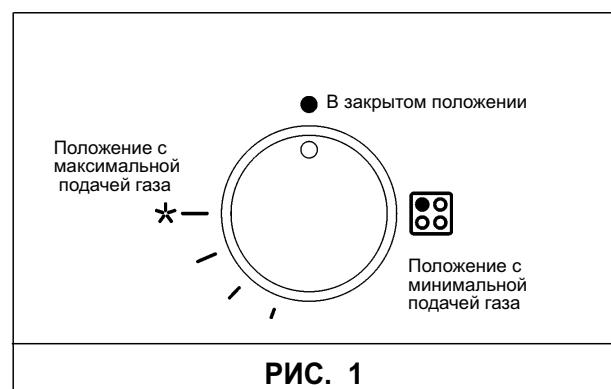

РИС. 1
Нажать и повернуть против часовой стрелки ручку, соответствующую используемой конфорке, установить ее в положение Максимум (большое пламя рис. 1) и поднести к конфорке зажженную спичку.
Нажать и повернуть против часовой стрелки ручку, соответствующую используемой конфорке, установить ее в положение Максимум (большое пламя рис. 1), затем нажать и отпустить кнопку розжига.
Нажать и повернуть против часовой стрелки ручку, соответствующую используемой конфорке, установить ее в положение Максимум (большое пламя рис. 1) и нажать ручку до упора.
Для розжига конфорок, оснащенных системой газ-контроль, следует повернуть против часовой стрелки ручку, соответствующую используемой конфорке, установить ее в положение Максимум (большое пламя рис. 1), пока она не сможет поворачиваться дальше, а затем нажать ручку и произвести розжиг, как описано выше.
- После закипания переведите ручку в положение Минимум (маленькое пламя рис. 1).
- *розжиг конфорок с предохранительной термопарой (системой "газ-контроль") можно произвести только если ручка установлена в положение Максимум (большое пламя рис. 1).*